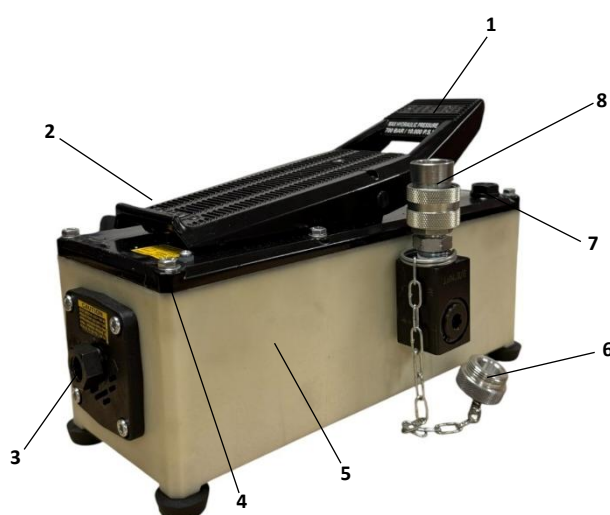

Figure 3
- Sur le raccord rapide du réservoir et pompe hydraulique à commande par pédale (Rep.8 Fig.3 – Images C et D)
- Raccordez l'alimentation en air comprimé sur le raccord d'air comprimé 1/4" de la pompe (Rep.3 Fig.3)
- Appuyer sur la pédale de fermeture des mâchoires (Rep.1 Fig.3)
- Appuyez sur la pédale d'ouverture des mâchoires (Rep.2 Fig.3)
2. Appuyez sur la pédale d'ouverture des mâchoires (Rep.2 Fig.3) pour mettre le circuit hydraulique à zéro pression.
- Nettoyez le filtre à air qui se trouve à l'intérieur du raccord d'air comprimé 1/4" (Rep.3 Fig.3) de la pompe hydraulique et pédale.
- Rétractez le vérin : l'huile renvoyée au réservoir (Rep.5 Fig.3) doit ramener le niveau au maximum admis.
- A l'aide d'une clé hexagonale de 17 dévissez le bouchon du réservoir hydraulique (Rep.7 Fig.3 -Image G et H)
- A l'aide d'une clé hexagonale de 17 dévissez le bouchon du réservoir hydraulique (Rep.7 Fig.3)